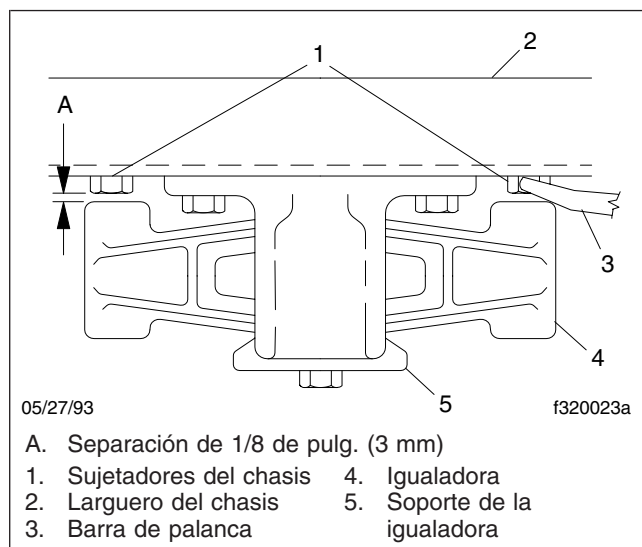

Figura 3, Vista superior de la igualadora
2. Con el vehículo descargado, intente mover la igualadora de lado a lado usando una barra de palanca entre la igualadora y el larguero. Aplique presión solamente con la mano. Vea la **Figura 3**. Si la separación entre el ensamble de la igualadora y cualquier componente del chasis o sujetador es menos de 1/8 de pulgada (3 mm), reemplace los bujes de la igualadora.